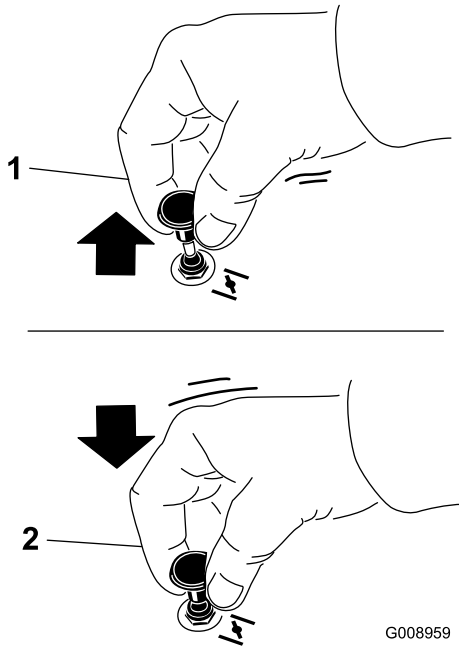

Bild 25
1. Ziehen Sie das Choke-Handrad heraus, um den Choke zu aktivieren, bevor Sie das Zündschloss verwenden (Bild 25).
- Drücken Sie den Choke herein, um den Choke zu deaktivieren, wenn der Motor angesprungen ist (Bild 25).